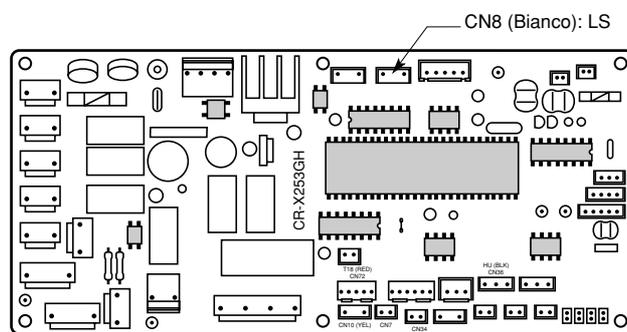

Fig. 7-4
- (7) Togliere il connettore CN8 dalla scheda dell'unità interna (Fig. 7-4).